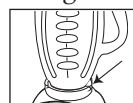

Fig. 3
5. Faites coïncider les ergots du récipient avec les ergots du socle-moteur. Veillez à ce que l'ergot qui se trouve à gauche du récipient soit derrière l'ergot du socle et que l'ergot situé à droite du récipient soit devant l'ergot du socle. Vérifiez le bon positionnement du récipient (fig. 3).